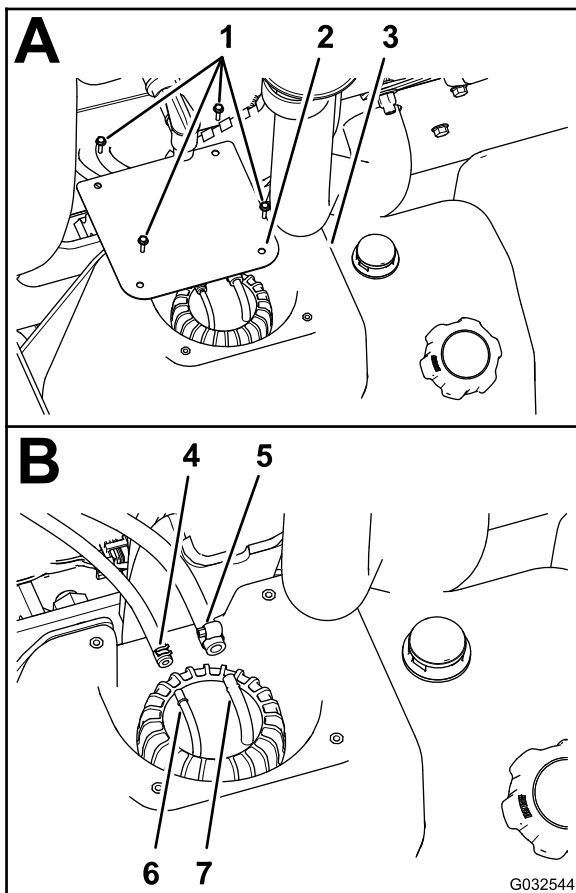

Figura 82
2. En el depósito de combustible, retire los 4 tornillos (Nº 10 x 3/4") que sujetan la tapa a la parte superior del depósito de combustible, y retire la tapa (Figura 82, A).
3. Afloje las abrazaderas que sujetan las 2 mangueras de combustible a los 2 acoplamientos de manguera, en la parte superior del conjunto de tuberías de combustible (Figura 82, B).
4. Desconecte las dos mangueras de los acoplamientos, y vacíe cualquier combustible que queda en la manguera en un recipiente de combustible homologado (Figura 82, B).
4. Monte la manguera de combustible de 6.4 mm (¼") sobre el acoplamiento de manguera de 6.4 mm (¼"), y sujete la manguera al acoplamiento con la abrazadera (Figura 82, B).
5. Monte la manguera de combustible de 8 mm (5/16") sobre el acoplamiento de manguera de 8 mm (5/16") , y sujete la manguera al acoplamiento con la abrazadera (Figura 82, B).
6. Monte la tapa en el depósito (Figura 82, A) con los 4 tornillos (N° 10 x ¾") que retiró en el paso 2 de Retirada del filtro de combustible del depósito \(página 67\).